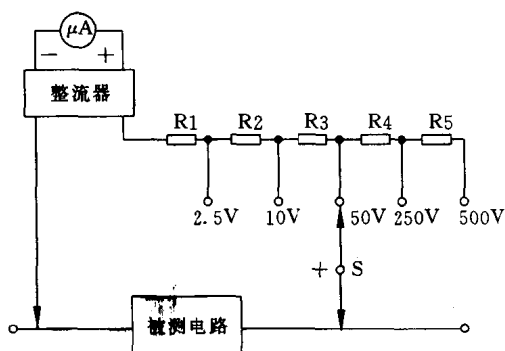

图 1.1.4 交流电压测量原理示意图
将电表红表笔和黑表笔分别插在标有“+”符号的插孔①和标有“\*”符号的插孔②内,转换开关 S2 旋至交直流电压“ $\overline{V}$ ”功能挡位上,转换开关 S1 旋至交流电压“ $\overline{V}$ ”量限区间的适当的量挡位置上,然后将两表笔跨接在要测量的电路两端,根据指针在表盘刻度盘上的偏转位置读取读数。测量原理图见图 1.1.4。